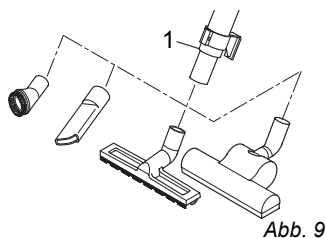

Abb. 9
3. Stecken Sie die gewünschte Düse auf das untere Ende des Teleskoprohrs oder bei Bedarf direkt auf den Handgriff (Abb. 9).